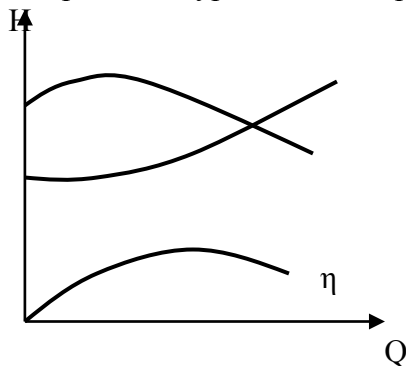

Рис. 9. Стійкий режим роботи
1. Стійкий (рис. 9) – якщо характеристики перетинаються в одній точці.